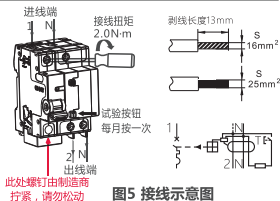

图5 接线示意图
5.4 适用于铜导线连接，导线选择见表2，接线方式及剥线长度示意如下图5